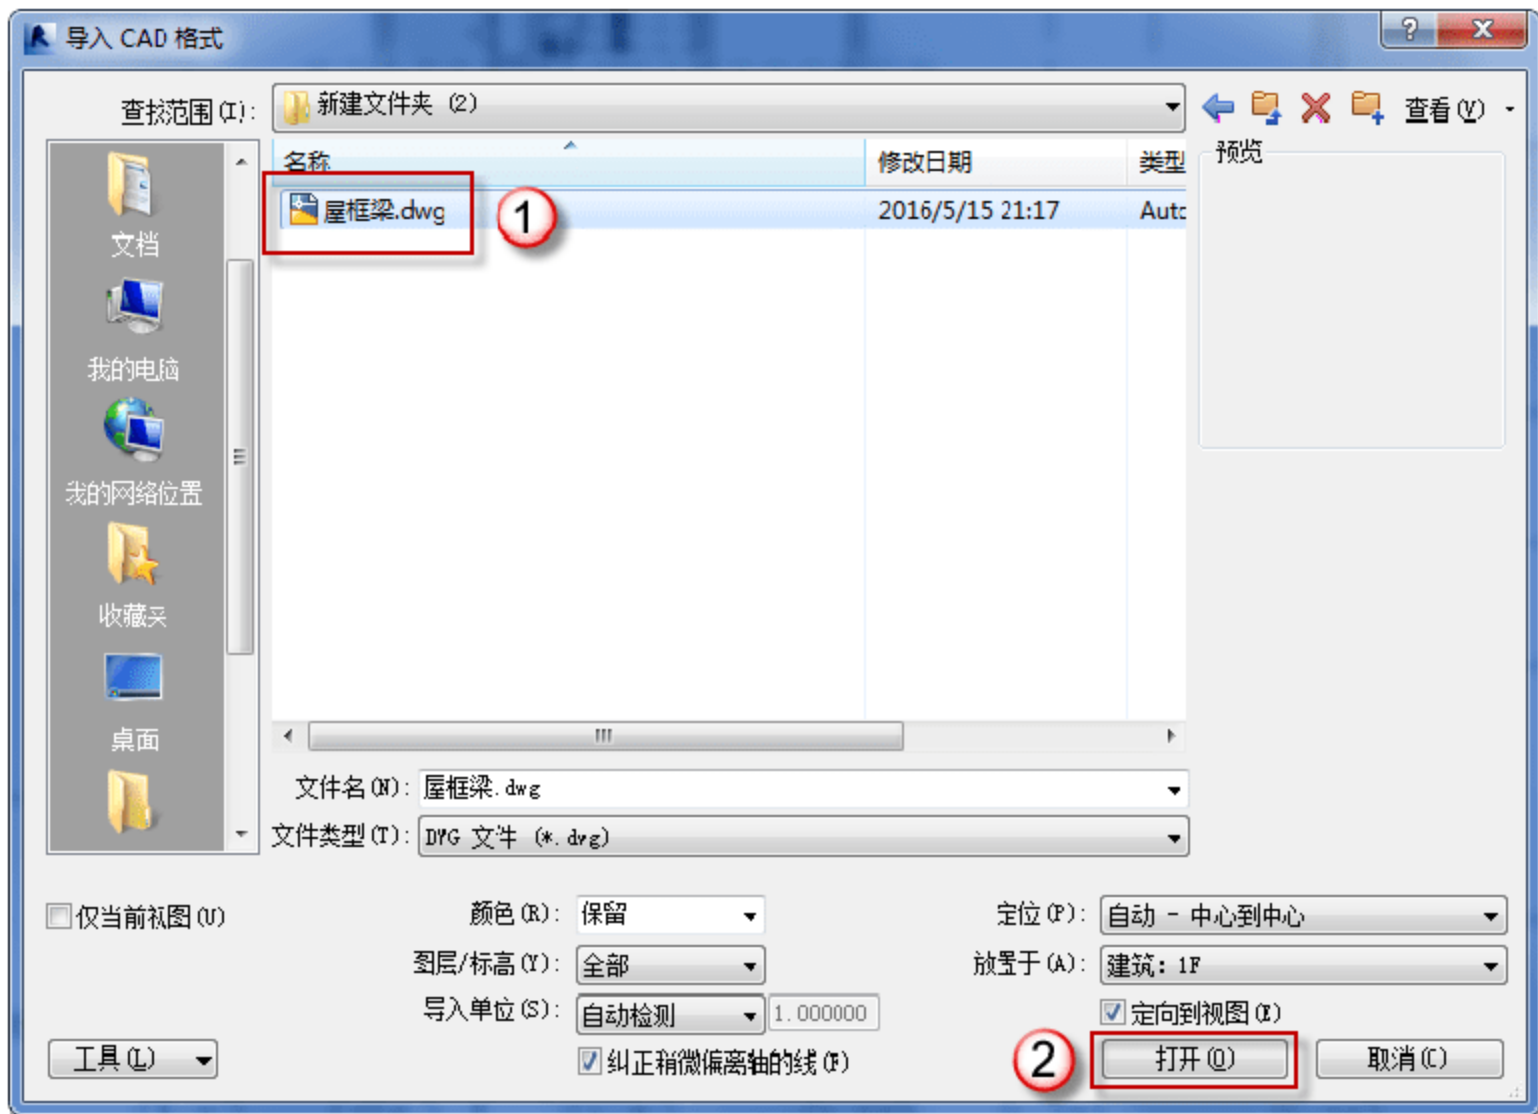

图 5.1.2 导入屋框架 CAD
(2) 导入配套资源中的 DWG 图。选择“插入”→“导入 CAD”→“打开”命令，在弹出的“导入 CAD 格式”对话框中选择对应文件，如图 5.1.2 所示。